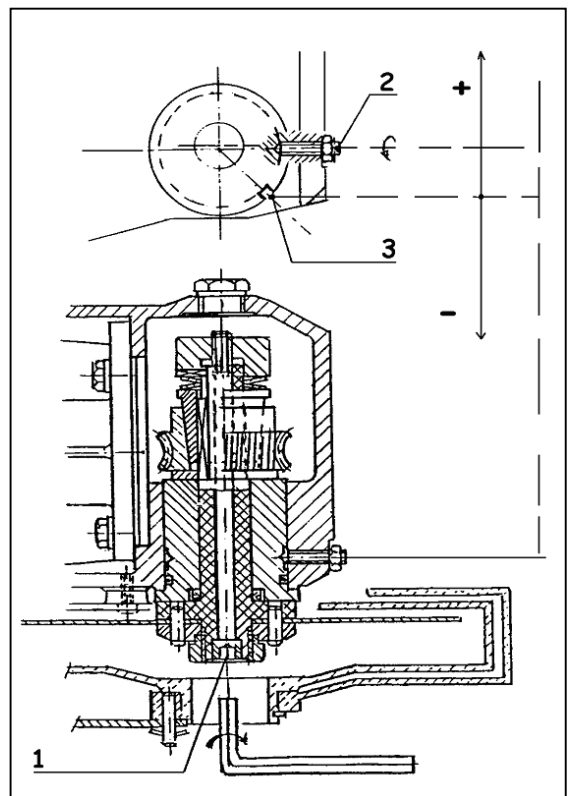

Figure 2
- Tourner la vis 6 pans (1 fig.2) située au centre de l'écrou bloquant la fraise scie.
1. Desserrer l'écrou et la vis (2 fig.2).
2. Tourner la bague excentrique dans le sens des aiguilles d'une montre (vers le bas pour diminuer le jeu), d'environ 4/5 mm, au niveau de l'encoche (3 fig.2) se trouvant sur la bague.
3. Après rétablissement du jeu d'origine (environ 1/2 mm), resserrer la vis (2 fig.2) ainsi que le contre-écrou.